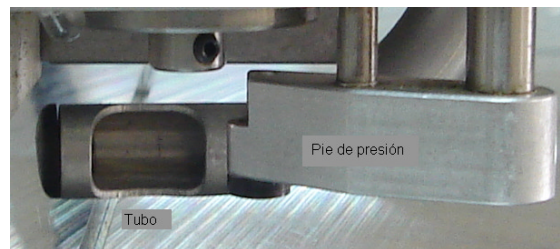

**Figura 4.2. El Borde de las Placas Tangente al Orificio Primario de Fijación**
**Paso 7:** Asegurar con cinta adhesiva el borde de las placas sobre la mesa de fresado con la placa de material auxiliar boca arriba y los bordes de estas tangentes al orificio primario de fijación, tal como se muestra en la Figura 4.2.